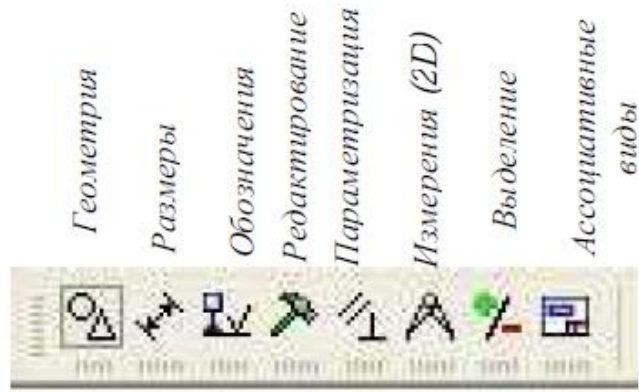

Рисунок 2. Вид компактной панели
3.1 Створення графічних об'єктів. Для створення простих графічних об'єктів треба користуватися Компактною панеллю інструментів (рис. 2, 3), яка розташовується у лівій частині екрану.